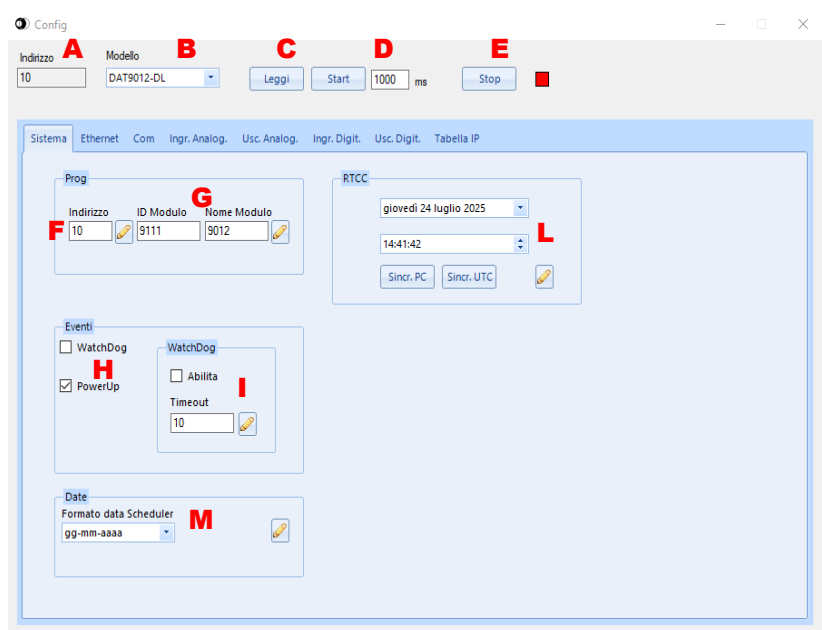

Fig. 6.17
Nella finestra di configurazione (Fig.6.17) è possibile visualizzare la maggior parte dei parametri modificabili di un dispositivo.
- l'indirizzo del dispositivo del quale si vogliono visualizzare i parametri (Fig.6.17-A)
- il modello del dispositivo del quale si vogliono visualizzare i parametri (Fig.6.17-B)
- il pulsante “*Leggi*” per l'aggiornamento dei parametri disponibili per il dispositivo selezionato (Fig.6.17-C)
- il pulsante “*Start*” per l'aggiornamento ciclico dei parametri con affianco la frequenza di aggiornamento (Fig.6.17-D)
- il pulsante “*Stop*” per interrompere l'aggiornamento ciclico (Fig.6.17-E)
- l'indirizzo Modbus del dispositivo (Fig.6.17-F)
- l'ID e il nome del dispositivo (Fig.6.17-G)
- lo stato di WatchDog e di PowerUp (Fig.6.17-H)
- l'abilitazione del WatchDog con il relativo tempo di Timeout per generare l'evento (Fig.6.17-I)
- la data e l'ora del dispositivo con i pulsanti di sincronizzazione (Fig.6.17-L)
- il Formato Data Scheduler (Fig.6.17-M) che permette all'utente di impostare i seguenti formati di data nel file di log e nella pagina web: